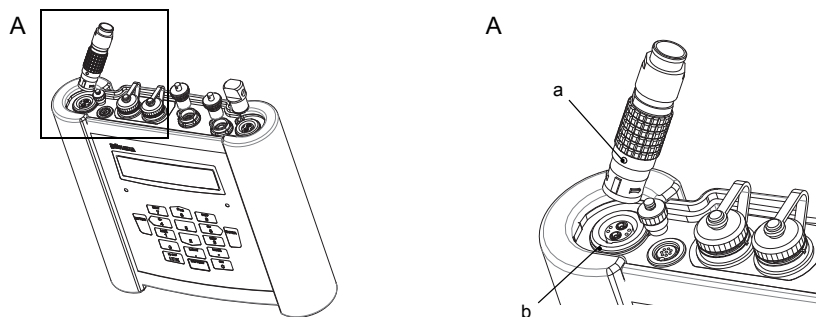

Abb. 7.7: Anschluss der Sensoren (FLUXUS F608**-A2)
- Stecken Sie den Stecker des Sensorkabels in die Buchse des Messumformers. Der rote Punkt (a) auf dem Stecker muss mit der roten Markierung (b) an der Buchse übereinstimmen (siehe Abb. 7.7).